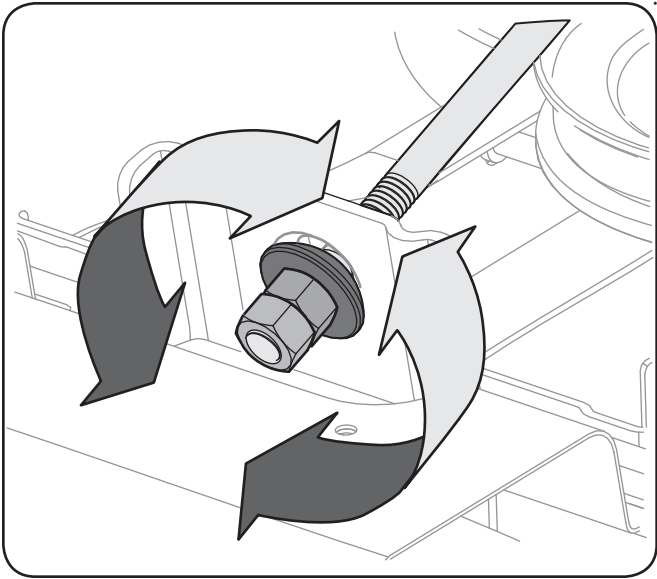

Figure 6-5
3. Desserrez, sans le retirer, le boulon hex. sur le crochet de support gauche arrière du plateau de coupe. Voir la Figure 6-5
4. Pour relever l'avant du plateau de coupe, retirez le capuchon, desserrez l'écrou supérieur, puis resserrez l'écrou inférieur (vers le support de relevage). Voir Figure 6-5. Après avoir complété le réglage, resserrez l'écrou supérieur et remplacez le capuchon.
6. Pour abaisser l'avant du plateau de coupe, retirez le capuchon, desserrez l'écrou supérieur, puis desserrez l'écrou inférieur (en l'éloignant du support de relevage). Voir Figure 6-5. Après avoir complété le réglage, resserrez l'écrou supérieur et remplacez le capuchon.
4. Utilisez une clé pour relever ou abaisser le côté gauche du plateau de coupe en tournant la roulette de réglage. Voir la Figure 6-5.